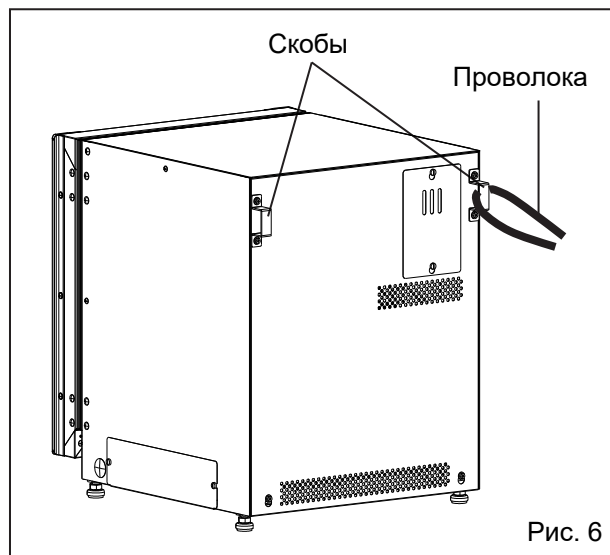

Рис. 6
- При штабелировании инкубаторов прикрепите верхний инкубатор к стене, пропустив проволоку или цепь через скобы на задней стороне устройства, чтобы предотвратить его падение (Рис. 6).
7. Снимите вентилятор (Рис. 6).